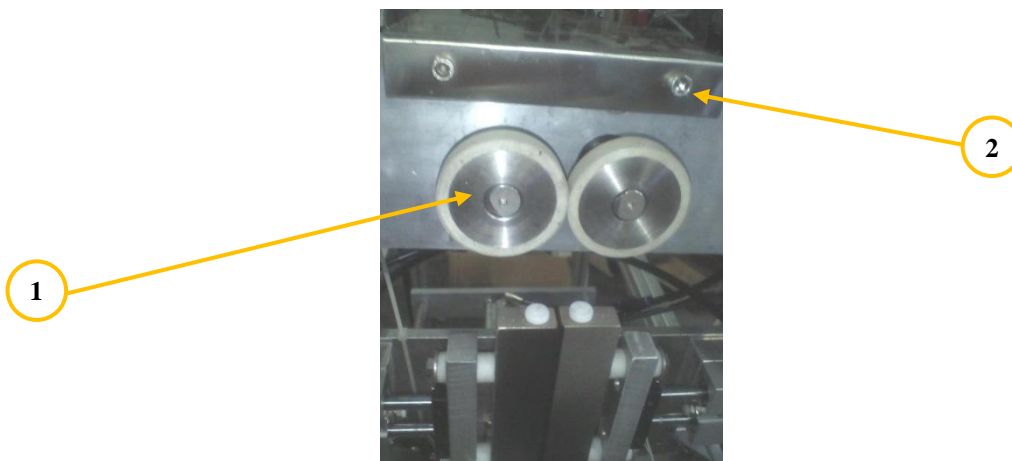

Fig. 4-4
Sistemul de tragere a foliei (fig. 4-4). Motorul pas-cu-pas, "1", aflat in componenta sa permite calculatorului tragerea foliei in diferite lungimi, cu pauze necesare proceselor ce se executa intr-un ciclu de productie, toate acestea ajustandu-se din panoul de comanda. Acest sistem prezinta urmatoarele posibilitati de ajustare:
- ajustare stanga-dreapta a intregului ansamblu. Se slabesc suruburile aflate in partea opusa operatorului si se calibreaza manual rolele astfel in cat folia ce iese din palnie sa cada exact intre cele doua role (fig. 4-4);
- surubul "2" (fig.4-4), aflat in dreptul sistemului si in dreapta operatorului ajuta la departarea rapida a rolelor, permitand asezarea/resezarea foliei intre acestea. Se strang rolele moderat, a.i. aderenza rolelor la folie sa se realizeze in totalitate si doar atat.